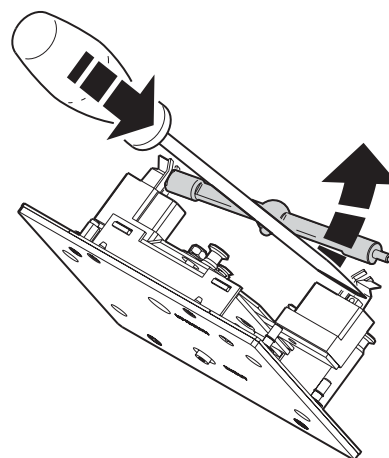

Bild 2: Entfernen des Leuchtmittels
3. Lösen Sie die Haltefeder am linken Sockel und kippen Sie das Leuchtmittel nach vorne. Ziehen Sie das andere Ende aus dem Sockel. Verwenden Sie wenn nötig einen Schraubendreher wie in Bild 2 gezeigt.